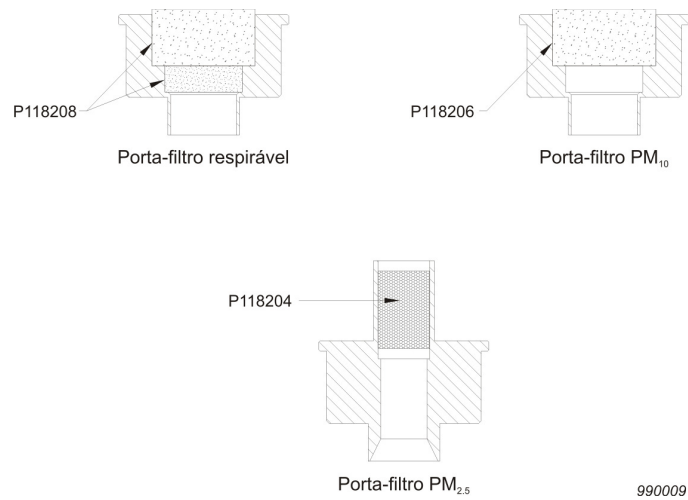

Figura 3 - configurações do filtro tipo PUF.
Os filtros devem ser carregados no compartimento relevante conforme exibido na Figura 3,4.
2. Inserir a(s) espuma(s) do filtro tipo PUF e o filtro de amostra em linha (caso necessário) (veja a figura 3,4).